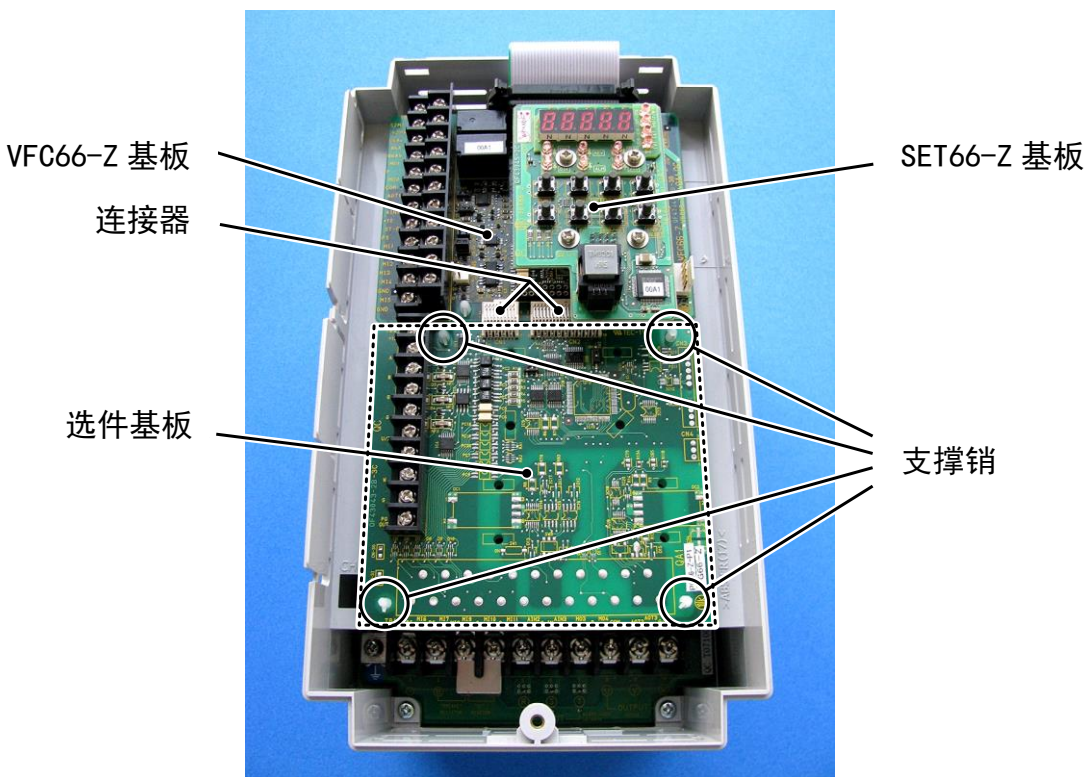
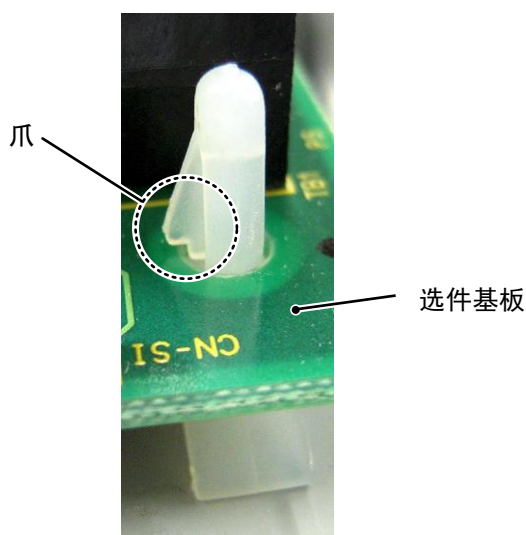

图 5.1 表面盖板打开的状态 (VF66B-2R222)
图 5.4 支撑销的爪部分
④图 5.1 中以圈标记标示出的 4 处，有将选件基板固定在变频器机箱上的支撑销，请如图 5.4 所示，将爪部分按入支撑销内部，将选件基板拆下。
⑤与选件基板一样，VFC66-Z 基板上也有固定在变频器箱体上的支撑销，所以请将图 5.4 所示的勾爪部分按入到支撑销内部，将 VFC66-Z 基板拆下。请将 4 个孔与支撑销的位置对准，将基板按入，直到支撑销的爪部分如图 5.4 所示勾挂住基板上部。
⑥请将拆下的选件基板的 4 个孔对准图 5.1 中以圈标记标示出的支撑销位置，如图 5.4 所示，将基板按入，直到支撑销的爪部分勾挂住基板上部。